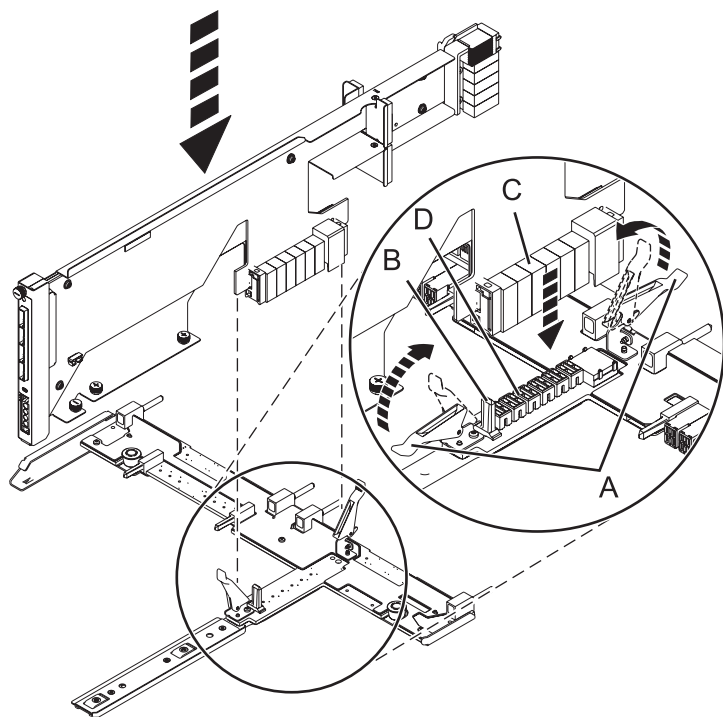

Figura 74. Instalación de la tarjeta de conducto SAS en la placa central
- a. Coloque el conector de la tarjeta (C) en la conexión media (D) utilizando la guía (B) para asegurar una buena conexión.
- b. Levante el asa (A) para ajustar la tarjeta de conducto SAS en la placa central, según se muestra en Figura 74.